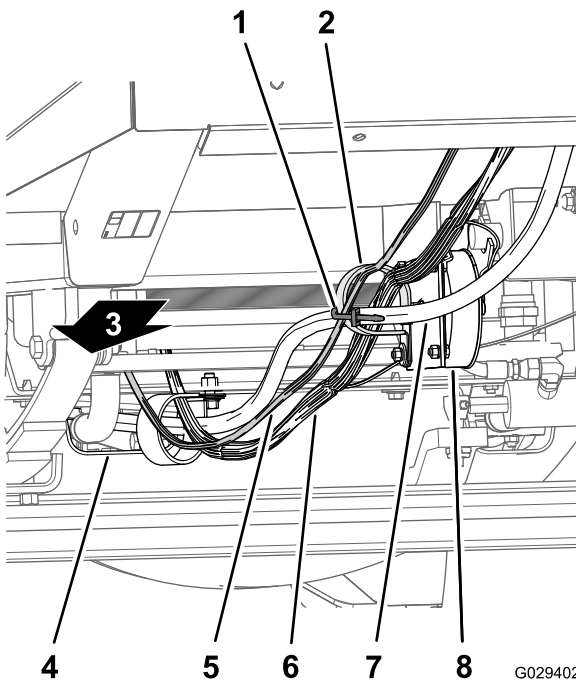
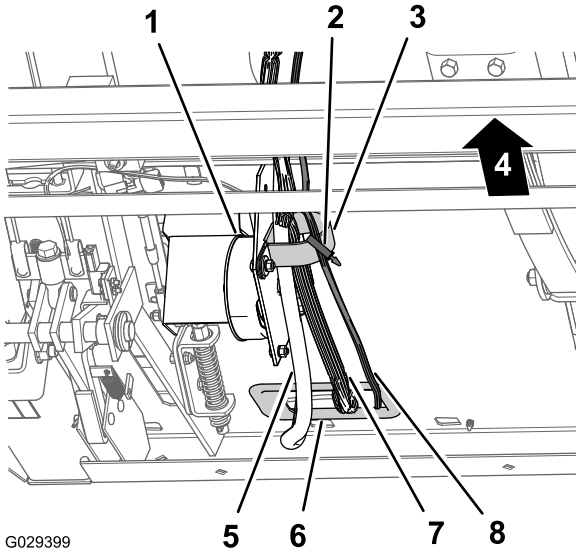

图 13
图 14
- 沿着线束和机器的转向软管散热器下安装线束的 240cm 仪表板支管穿过散热器支架下面的 R 形软管夹和地面行驶速度控制线圈上的 R 形软管夹 图 13 和 图 14。
- 将线束的 240cm 仪表板支管布置到地面行驶速度控制线圈的 R 形夹上 图 13 和 图 14。